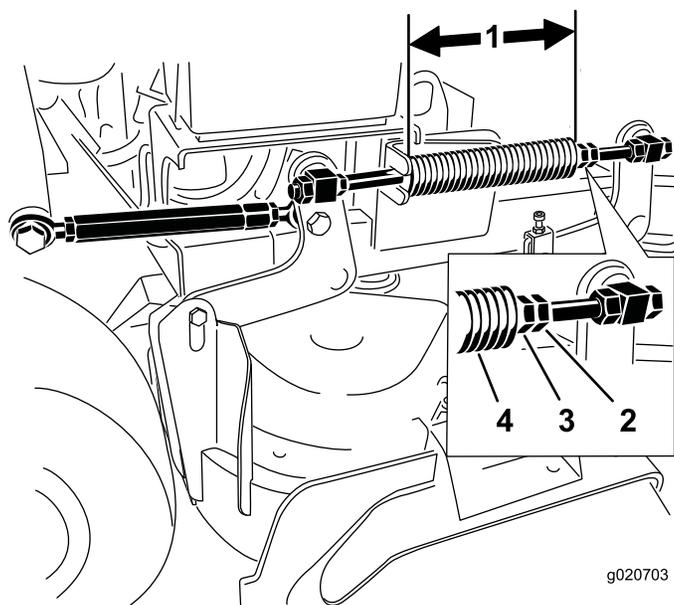

図 88
2. 圧縮スプリングの長さを調べる。通常は、この長さが、36インチデッキでは 28.2 cm、40インチデッキでは 25.7 cm であることが必要である (図 88)。
3. スプリングのジャム・ナットをゆるめ、各スプリングの前についているナットでこの距離を調整する (図 88)。
4. スプリングのジャムナットを締めて調整ナットを固定する (図 88)。